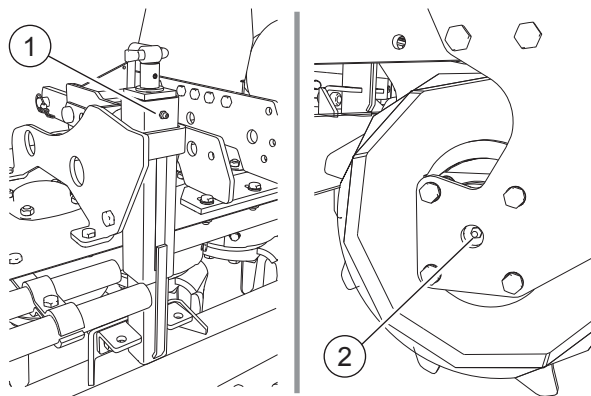

FIG. 43
- Graisseur sur vérins à vis (1, "Fig. 43").
- Graisseur palier roulement (2).